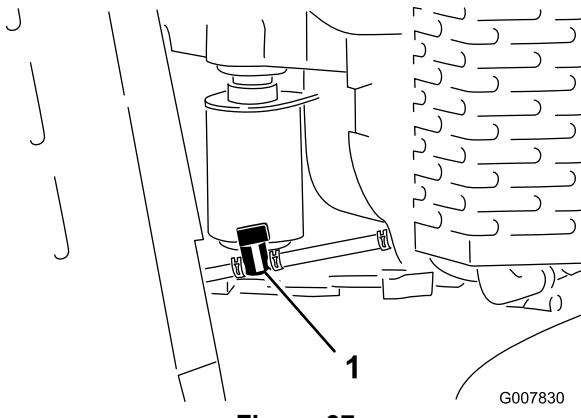

Figura 37
4. Ruotate la valvola di intercettazione del carburante in posizione chiusa (Figura 37).
5. Premete le estremità della fascetta stringitubo sul lato del motore della valvola di intercettazione e allontanatele dalla valvola facendole scorrere sul tubo di alimentazione (Figura 37).
6. Togliete i tubi del carburante dalla valvola (Figura 37).
3. Ruotate la valvola di intercettazione del carburante in posizione chiusa (Figura 37).
7. Ruotate la valvola di intercettazione del carburante in posizione aperta (Figura 37).